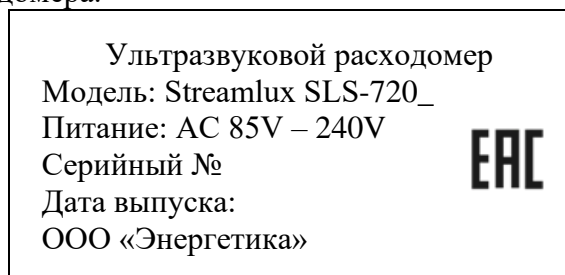

Рис.4. Маркировка на ЭБ расходомера
1.11.1. Сверху на корпусе ЭБ следующие данные (рис.4):